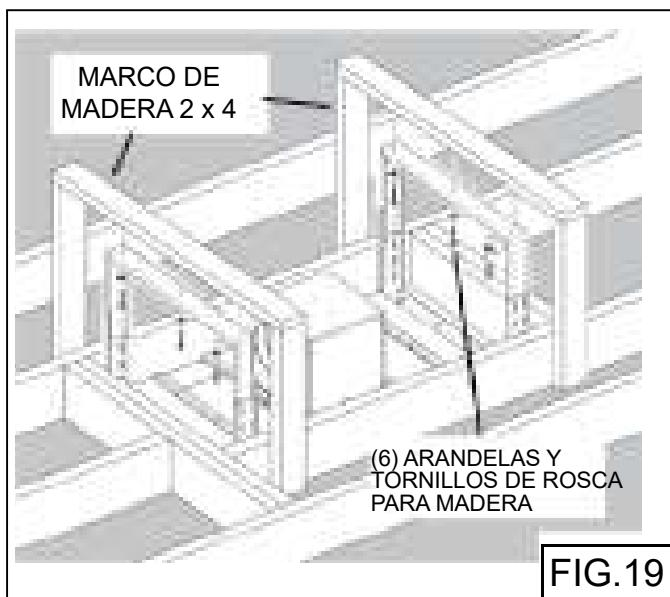

FIG.19
4. Asegure cada marco de soporte con el marco de soporte de madera de la campana con los (6) tornillos para madera de 6 x 60 mm y las arandelas suministradas. Fig 19.